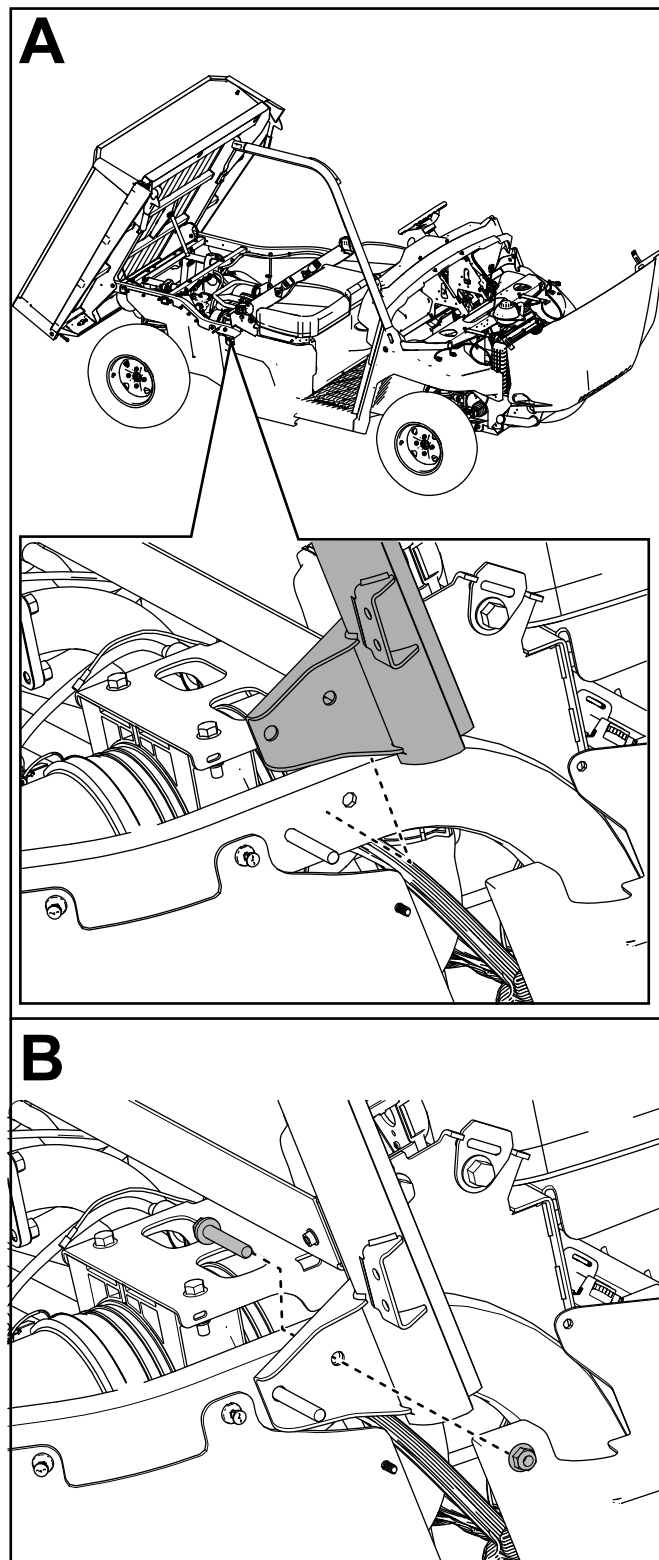

Figure 12
5. Fixez légèrement la barre arrière droite de l'arceau de sécurité sur le tube arrière droit du cadre à l'aide de 1 boulon à embase ( $\frac{3}{8}$  x  $2\frac{1}{4}$  po) et de 1 contre-écrou ( $\frac{3}{8}$  po), comme montré à la Figure 12.